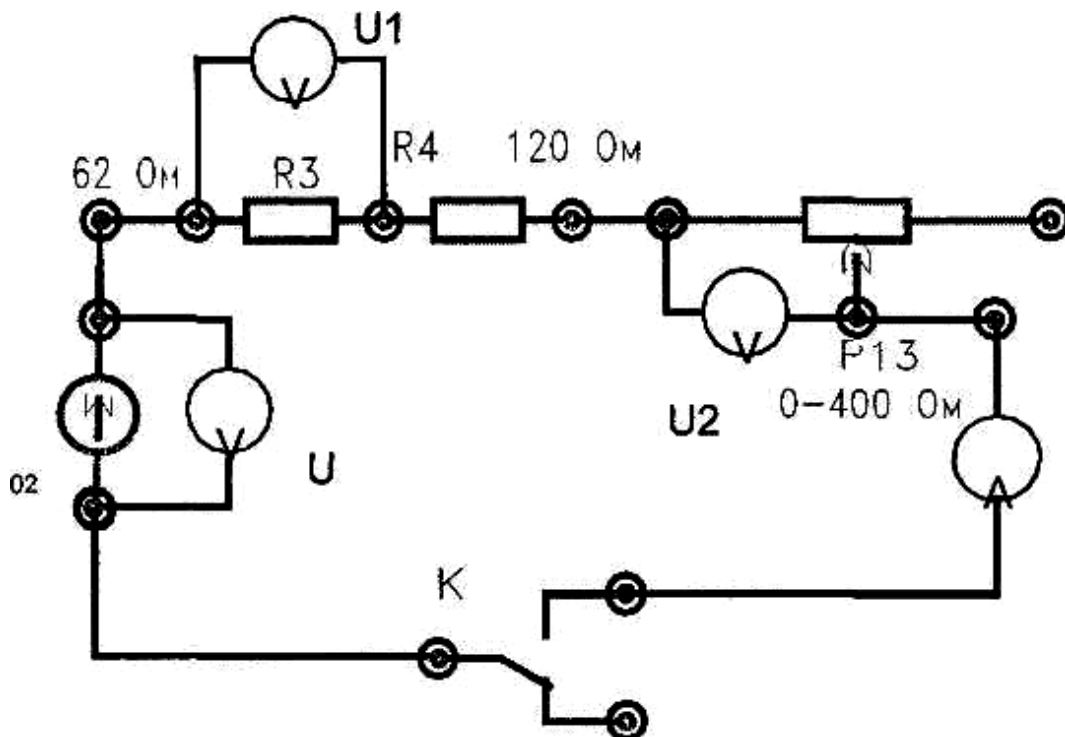

Рис. 1.
- 1.3.1. Изучить и собрать электрическую цепь, представленную на рис. 1.